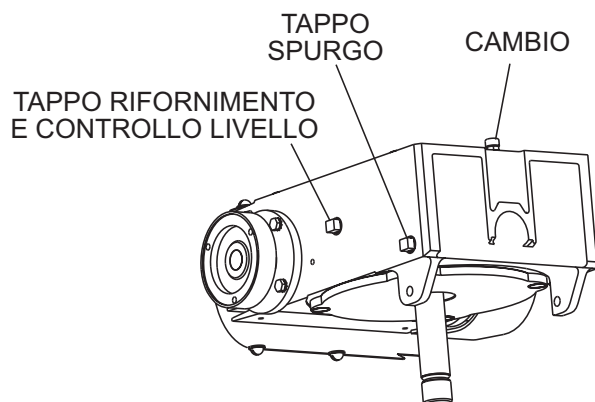

Figura 6. Tappi dell’olio del cambio/Spia di livello
1. Controllare il livello dell’olio in entrambi i cambi togliendo il tappo di livello e accertarsi che l’olio sia al livello giusto (vedi figura 6).
2. Riempire il cambio fino all’altezza del tappo (vedi figura 6) con 2,041 litri (69 once) dell’apposito lubrificante STOW, c/p 20111, ISO o equivalente.